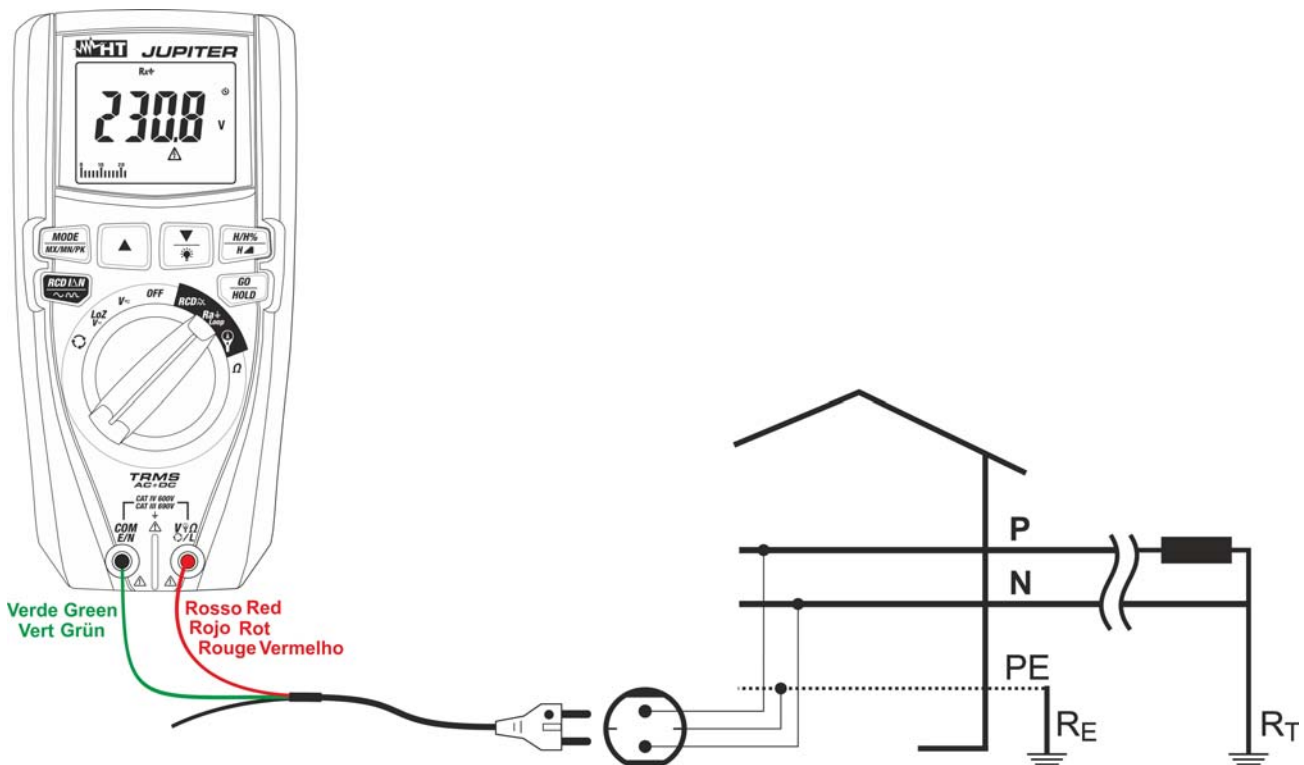

Fig. 23: Uso del instrumento para medida impedancia Bucle L-PE con cable de toma Schuko
5. **Para la medida de Bucle L-PE en caso de uso del cable con toma shuko** inserte el conductor rojo en el terminal de entrada **VΩOL** y el conductor verde en el terminal de entrada **COM/E/N** y conecte el instrumento a la instalación en examen (ver Fig. 23). El valor de la tensión Fase-Tierra se muestra en pantalla